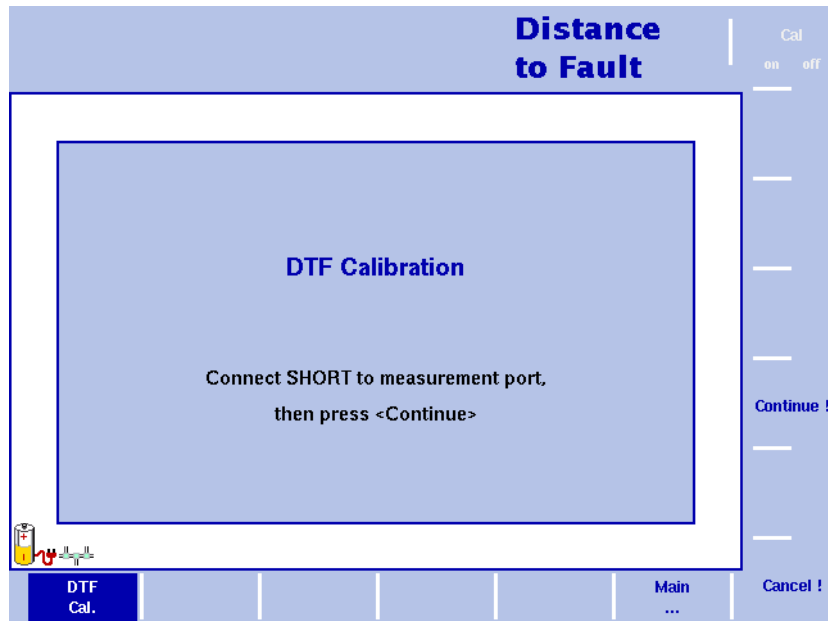

图 49 Distance to Fault Calibration 菜单
- 3 如图 49 所示，9102 将通过屏幕提示引导您逐步完成校正任务。在出现图 49 所显示的提示时，请将校正工具连接到测试端口延长线，再按下 Continue。您可以通过按下 Cancel! 软键取消校正任务。